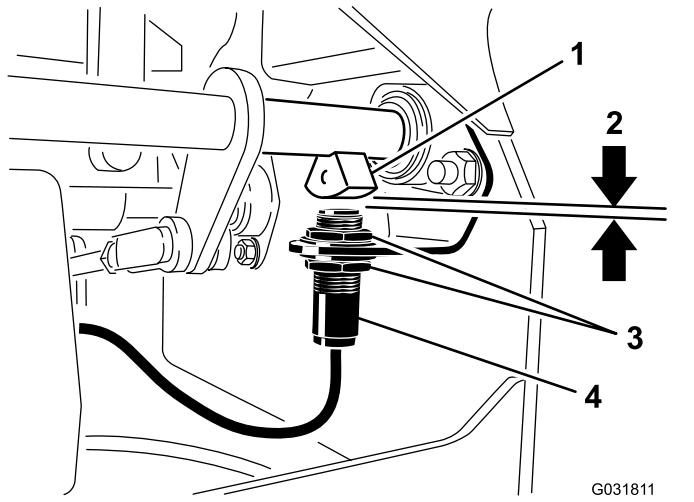

Figure 49
4. Montez ou descendez le contacteur sur le support jusqu'à ce que le capteur d'arbre de frein et le plongeur du contacteur soient distants de 4 mm, comme montré à la (Figure 49).